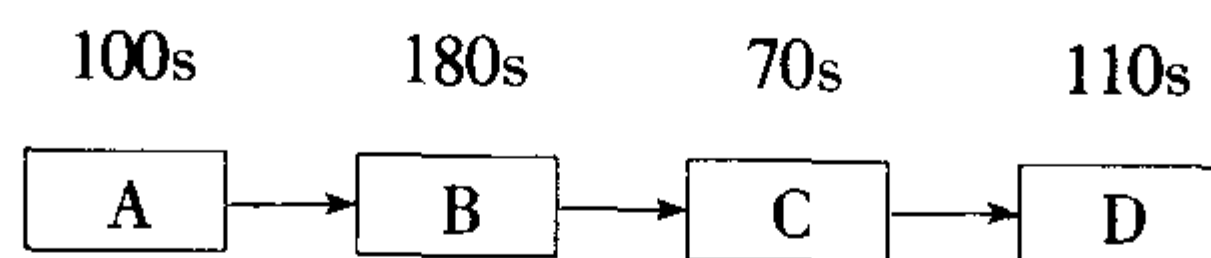
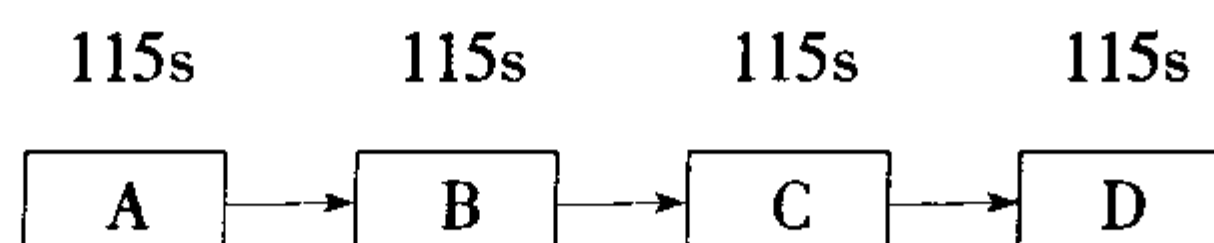

图 12-6
图 12-7
(1) 分析流程中的瓶颈 2。在生产流程过程中，通过流程时间分析，可发现流程中的瓶颈问题。如图 12-6 所示生产过程流程。A 工序的周期时间 $CT_A = 100s$ ， $CT_B = 180s$ ， $CT_C = 70s$ ， $CT_D = 110s$ ，那么 B 工序必然是一个瓶颈，要设法进行改善，对过程进行调整，如图 12-7 所示。